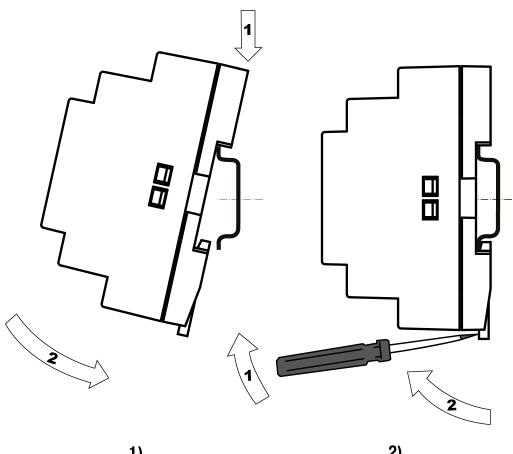

Рисунок 6 – Монтаж (1) и демонтаж (2) прибора
- С усилием придавить прибор к DIN-рейке в направлении, показанном стрелкой, до фиксации защелки (см. *рисунок 6*).
Для демонтажа прибора следует (см. *рисунок 6*):